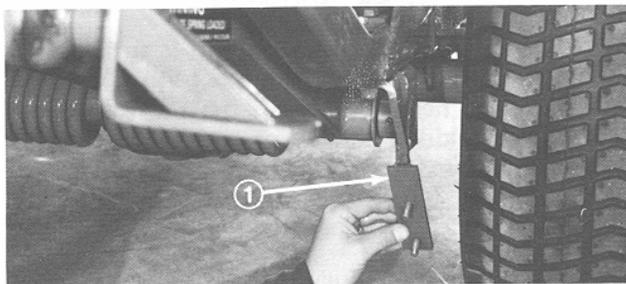

Figure 6
4. Positionnez les crochets de montage de la protection ventrale en face du moyeu des supports de montage du bras de poussée (Fig. 6).